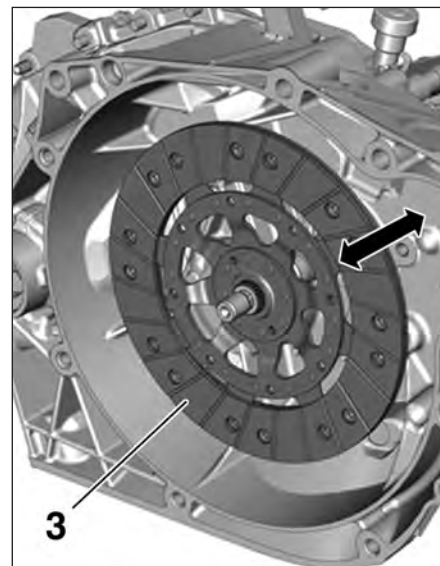

FIG.5
- Reposer le disque d'embrayage (3) sur l'arbre cannelé (Fig.5), face avec l'inscription du n°PSA côté boîte.